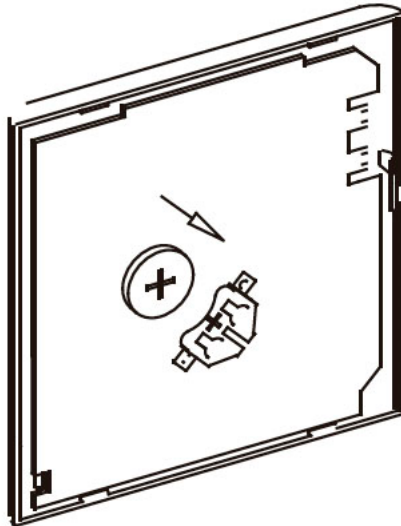

Fig 3-5
- Introducir la pila en su ubicación en la placa electrónica del control, y asegurarse de la polaridad de la pila. El positivo (+) de la pila con el positivo (+) del sitio de instalación. (Ver Fig.3-5)